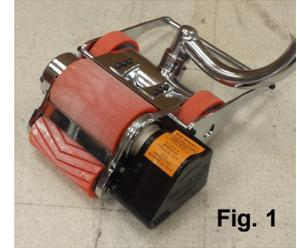

Fig. 1
- Los que Ruedan^(Fig. 1) (tales como rollos de papel, rollos de cable o vehículos)